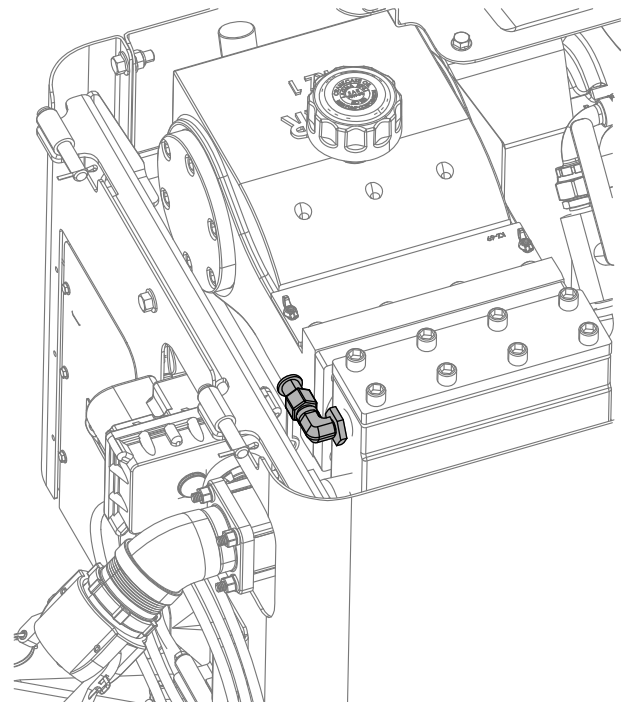

Figura 123
5. Conecte la manguera de pulverización al acoplamiento (Figura 123).